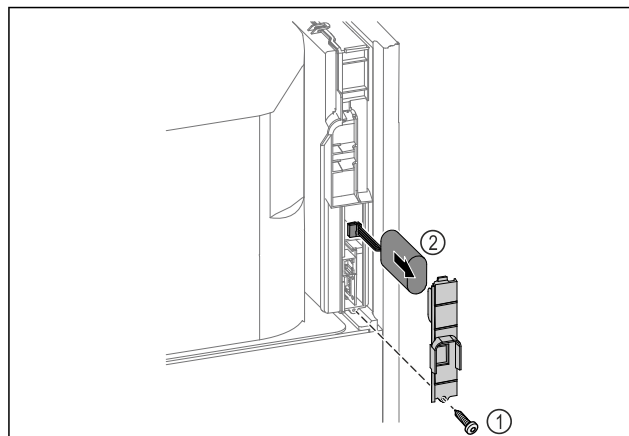

Fig. 222
► Skru skuen ud, og fjern afdækningen på bagsiden af apparatet Fig. 222 (1).
► Tag batteriet af forbindelsen, og tag det ud Fig. 222 (2).